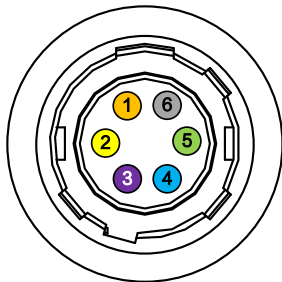

图4-4 6-pin P7 接口
- 图4-4与表4-2具体中所示的线芯仅为本公司销售的线缆线序以及对应的线芯颜色，若线缆不是从本公司购买，请以实际线序以及对应线芯颜色为准。